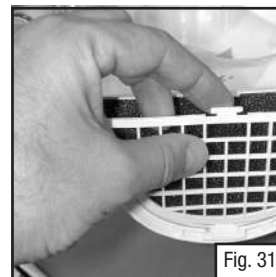
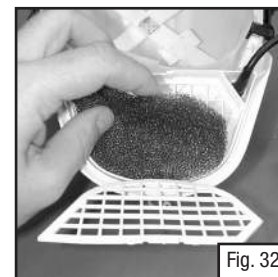
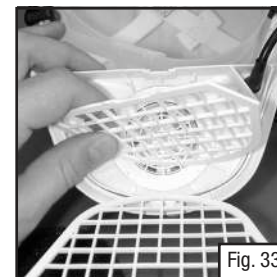

Fig. 31
Fig. 32
Fig. 33
1. Abra la rejilla exterior (Fig. 31), quite el prefiltro (Fig. 32) y la rejilla interior (Fig. 33). Encienda la batería y asegúrese que el ventilador pase aire a través del filtro principal.